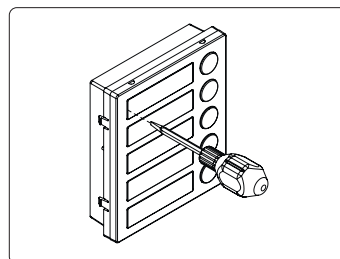

Fig. 10
- Inserire il cacciavite (lato piatto della lama) nell'apposita fessura del porta cartellino come mostrato in **Fig. 10**